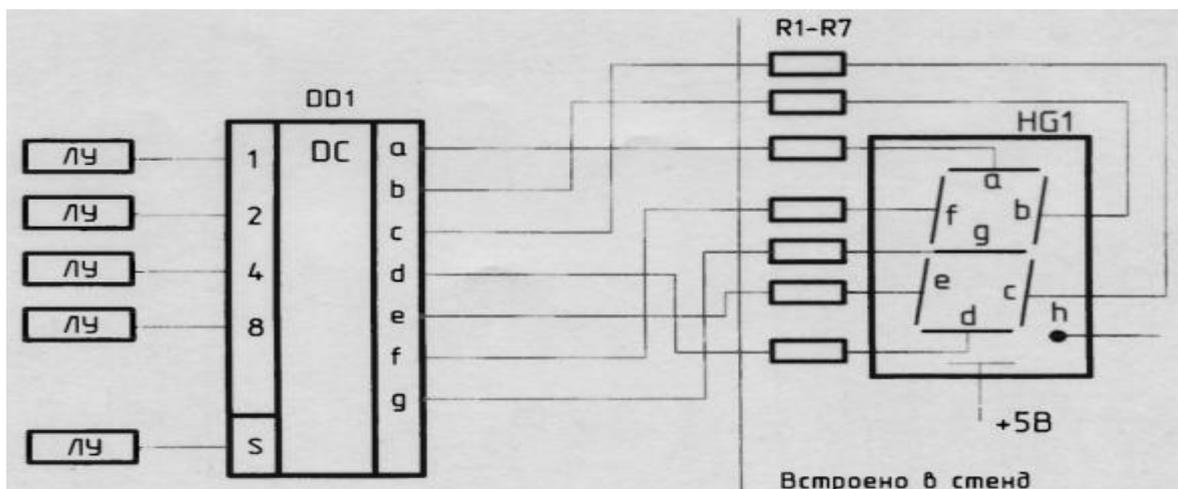

Рис. 4. Исследование работы дешифратора для семисегментного индикатора К514ИД2
- исследуется работа дешифратора двоично-десятичного кода в 7-сегментный код (рис.4).
3. - в схеме рис.4 получите на 7-сегментном индикаторе заданное преподавателем десятичное число;